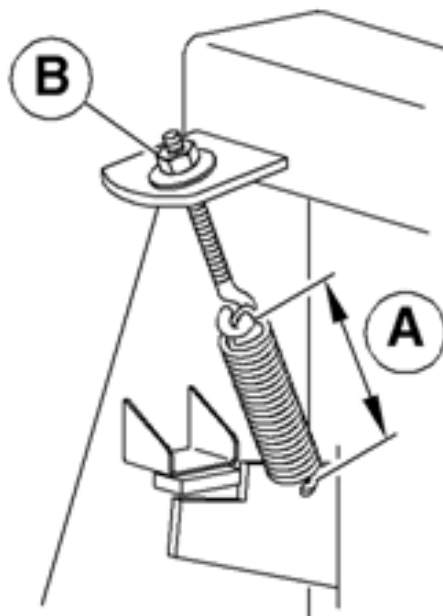

Рисунок 11.1 – Регулировка положения подающего шнека
Отпустите оба конца пружин (B) (рис. 11.1) подающего шнека.